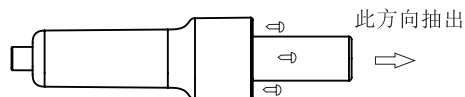
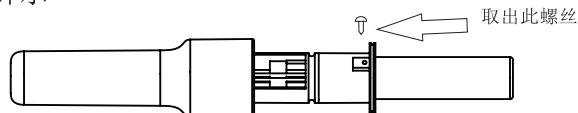

图1
图2
如图1所示
2. 如图2所示，在图1的基础抽出手柄芯后，取下钢管的